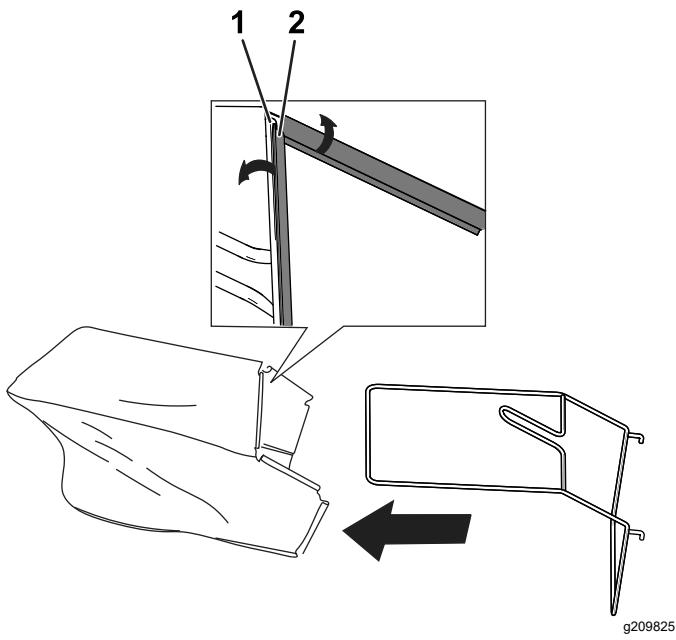

Figura 8
1. Deslize a estrutura do saco de relva para o saco de relva (Figura 8).
2. Coloque os seis clipe do saco de relva na estrutura do saco de relva (Figura 8).